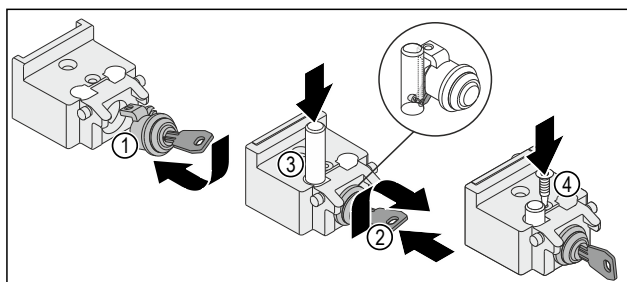

Fig. 16
- Inserire la serratura Fig. 16 (1).
- Inserire la chiave Fig. 16 (2) e girarla.
- Inserire il perno Fig. 16 (3).
- Avvitare la vite Fig. 16 (4).